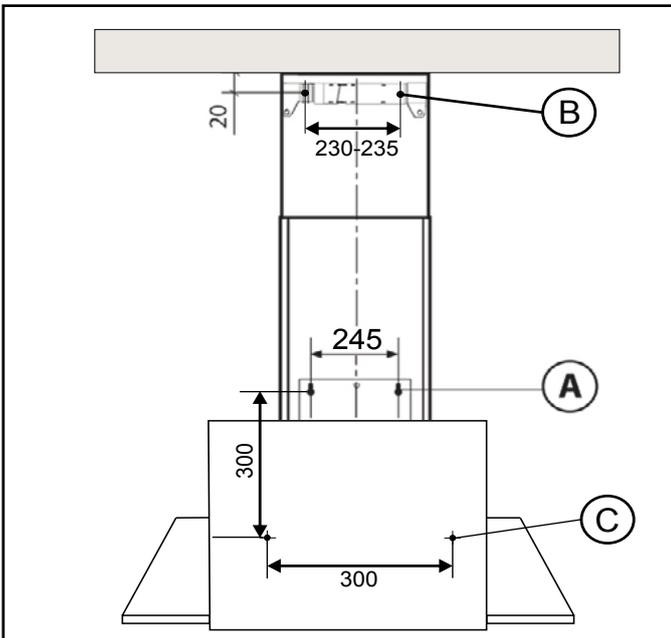

Fig.3
- Percer les 6 trous A-B-C, de Φ 6 mm, en respectant les dimensions indiquées (**Fig.3**).
- Insérer les vis (**Fig.3-A**) sans les serrer et suspendre la hotte. Puis, fixer le corps de la hotte au mur avec les deux vis intérieures (**Fig.3-C**).